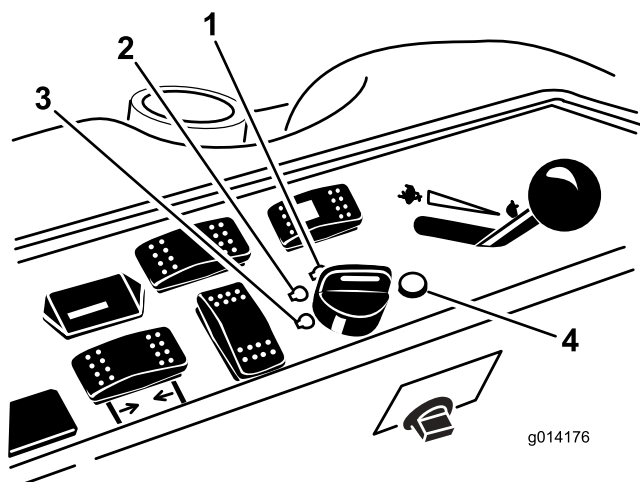

Figura 14
6. Rode a chave da ignição no sentido dos ponteiros do relógio para a posição Run (Figura 14).
3. Rode a chave da ignição para a posição Off (desligar) (Figura 14). Espere até que todas as peças em movimento parem, antes de sair da posição de operação.